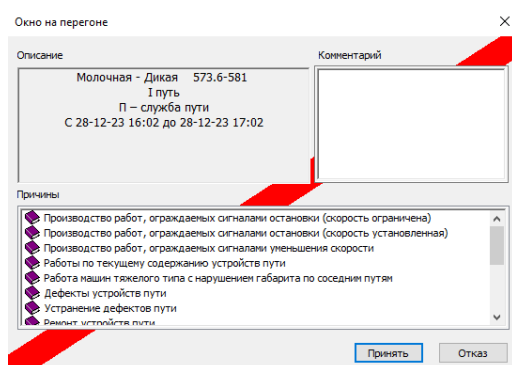

Рис.191.Окно «Окно на перегоне»
11. Для ввода служебной информации по «окну» нажать кнопку «Текст». Появится окно «Окно на перегоне» (см. рис. 191).